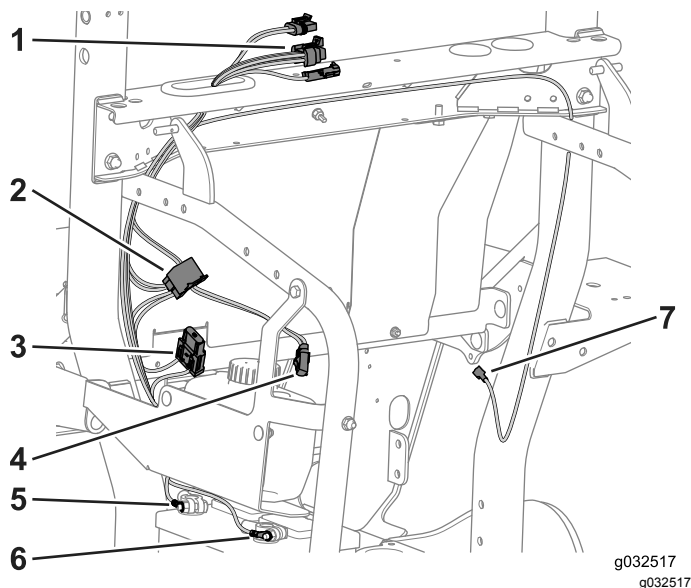

Рисунок 38
1. Проложите три разъема кабины через уплотнительную втулку (Рисунок 38).
2. Проложите провод вспомогательного питания через опору рамы, вниз вдоль трубы конструкции защиты оператора при опрокидывании машины (ROPS) и к органам управления на пульте оператора (Рисунок 38).
1. Проложите красный и черный провода сортамента 10 вдоль трубы конструкции защиты оператора при опрокидывании машины (ROPS) с левой стороны рамы и в сторону аккумулятора (Рисунок 38).